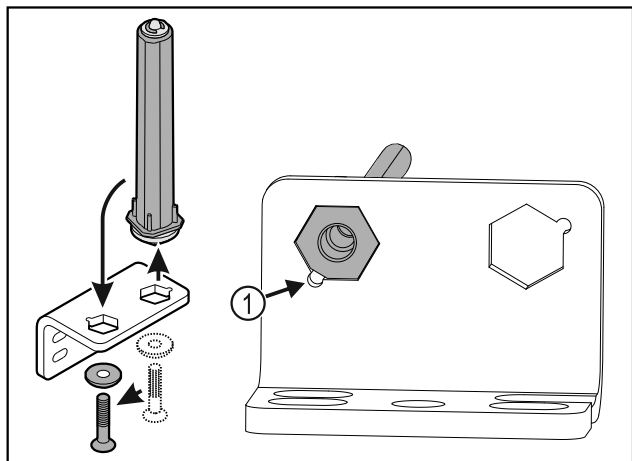

Fig. 15
- ▶ Ügyeljen arra, hogy felhelyezéskor a csapszeg élettörése Fig. 15 (1) a kerek furat felé mutasson.